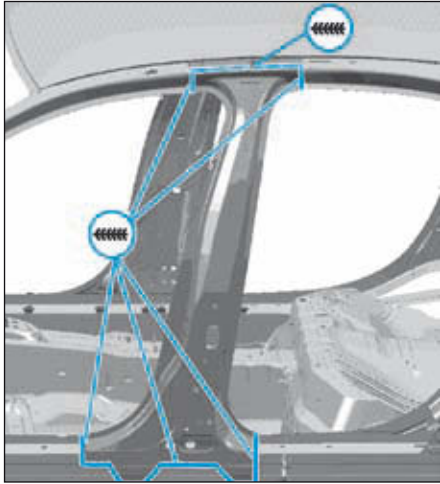
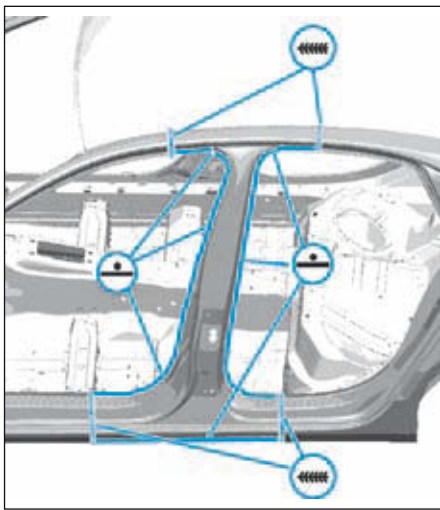

FIG.42
FIG.43
- Ajuster et souder comme illustré (Fig.42) et (Fig.43).